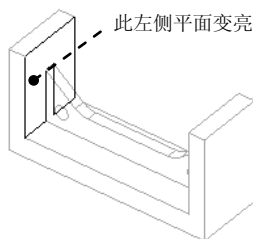

图 2.3.16 操作过程（三）
(4) 此时模型中图 2.3.16 所示的参考平面变亮，在图 2.3.15 所示的 **PROMPTS (提示)** 菜单中，选择 **Single (单一)** → **Done/Return (完成/返回)** 命令，然后输入提示信息 left_plane，按回车键。